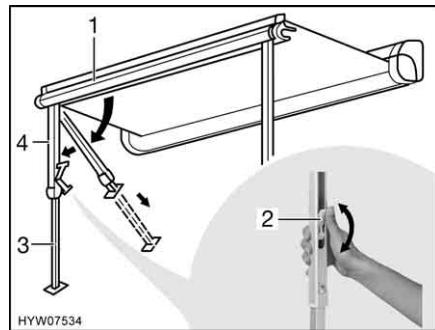

Fig. 33 Installazione dei montanti di supporto
- Estrarre i montanti di supporto (Fig. 33,4) dal listello anteriore (Fig. 33,1) ribaltandoli e montarli.
- Aprire il bloccaggio sui montanti di supporto. A tal fine ripiegare la leva di serraggio (Fig. 33,2) verso l'alto.
- Estrarre la parte inferiore dei montanti di supporto (Fig. 33,3) fino alla lunghezza desiderata.